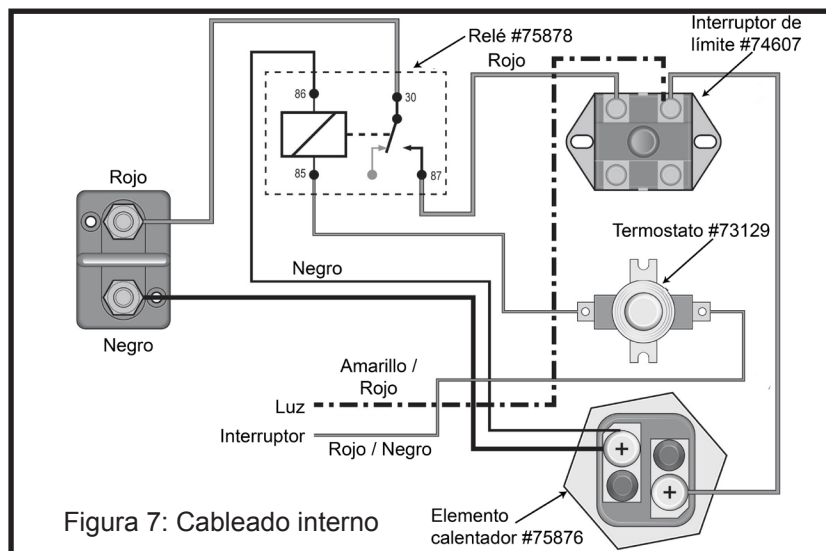

Figura 7: Cableado interno
Los siguientes elementos de servicio están disponibles para este calentador de agua de Whale® (Figura 7).
**NOTA:** La Figura 7 ilustra el cableado interno del calentador de agua. Para recibir consejos sobre cualquiera de los componentes destacados, póngase en contacto con el servicio de asistencia de Whale® (sección 13) o con un electricista marino.